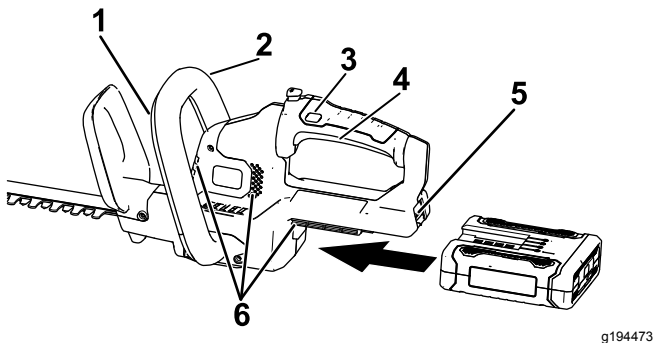

Figura 4
3. Alinee el hueco de la batería con la lengüeta del alojamiento de la empuñadura, sujete la empuñadura, e introduzca la batería en la empuñadura hasta que el cierre encaje en su sitio (Figura 4).
4. Coloque una mano en la empuñadura con gatillo. Coloque la otra mano en la empuñadura auxiliar (Figura 4).
5. Presione el interruptor de bloqueo y apriete el interruptor del gatillo mientras activa el interruptor de la empuñadura auxiliar para encender el cortasetos (Figura 4).
El cortasetos seguirá encendido mientras se aprieten el interruptor de la empuñadura auxiliar y el gatillo. Puede soltar el interruptor de bloqueo una vez que el cortasetos esté funcionando (Figura 4).
1. Suelte el gatillo o el interruptor de la empuñadura auxiliar (Figura 4).